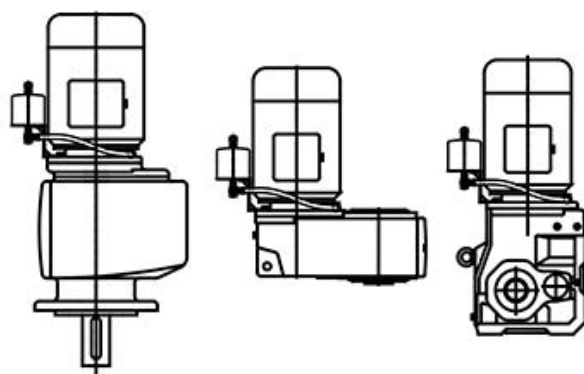

Figura 18: Posición del depósito de expansión del aceite
El depósito de expansión del aceite debe montarse en vertical con la manguera por debajo y el tapón de venteo en la parte superior. El depósito debe montarse tan arriba como sea posible. Para sugerencias al respecto de la posición del depósito de expansión del aceite, vea Figura 18. Tenga en cuenta que con la forma constructiva M4 con la caja de bornes en la posición 2 no es posible montar el depósito de expansión del aceite.
2. Monte el depósito de expansión del aceite de acuerdo con Figura 18. Al hacerlo, colóquelo en paralelo al eje del motor.